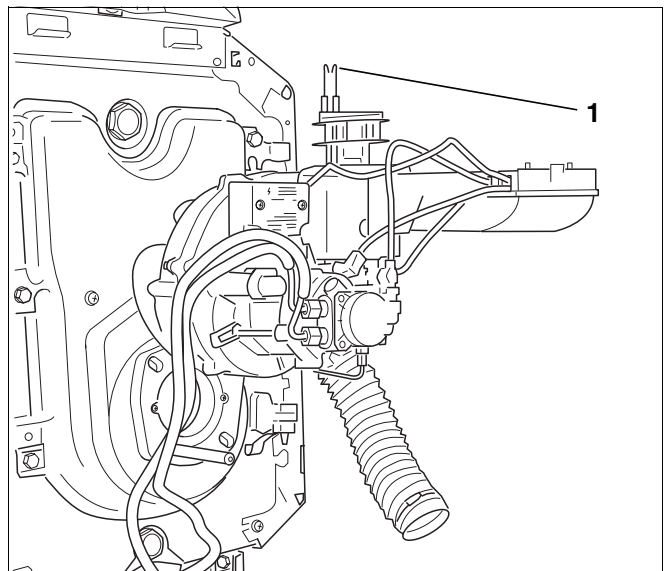

Abb. 32 Brenner in Serviceposition aufstecken
- Brenner in Serviceposition (Abb. 32) aufstecken.
Die Zündelektroden (Abb. 32, **Pos. 1**) müssen frei von Ablagerungen sein.
- Zündelektrode (Abb. 32, **Pos. 1**) ausbauen.